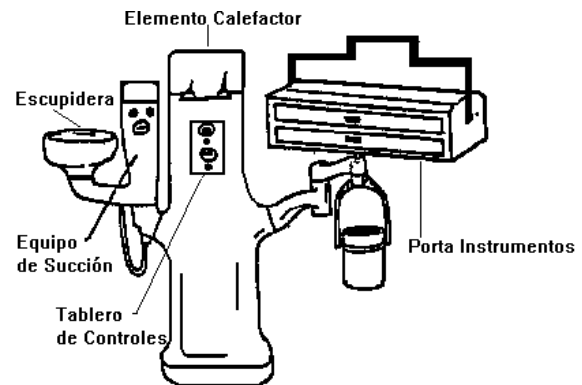

Figura 1: Unidad odontológica de cuerpo fijo.
- a) Cuerpo fijo: Es aquel que va instalado al piso (Ver figura 1).